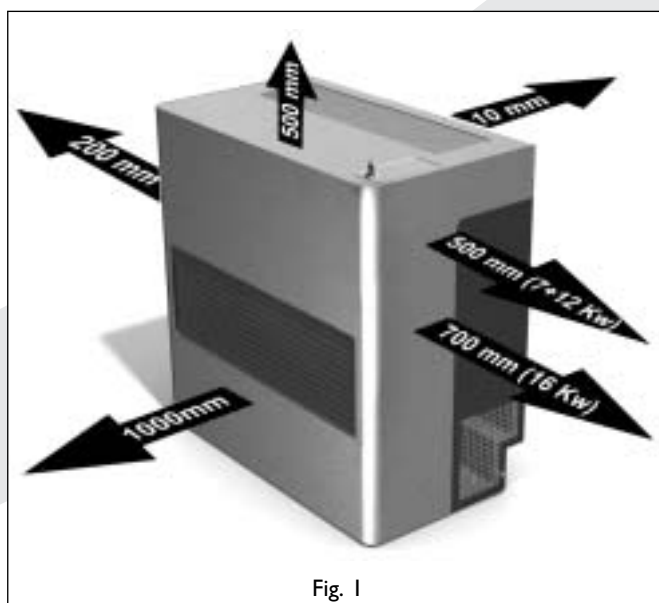

Fig. 1
- assurez-vous que l'appareil se trouve à une distance suffisante d'autres objets et matériaux (voir la fig. 1). Un espace libre autour de l'appareil est nécessaire pour une utilisation adéquate et sûre et pour une bonne accessibilité
- Déterminez l'emplacement de l'appareil ; les dimensions se trouvent dans les fig. 1 et 2.